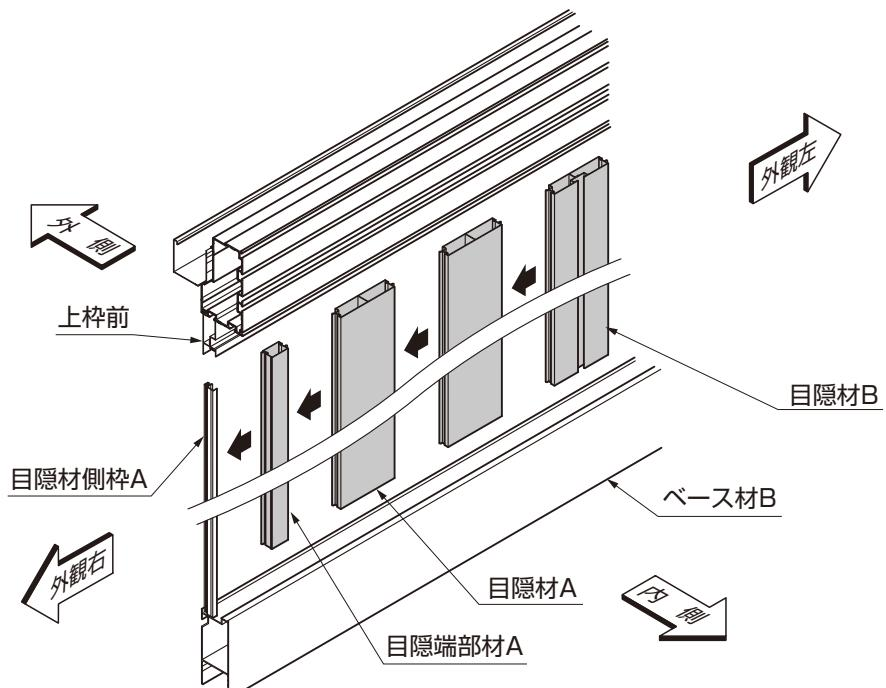

図5-1 目隠材の取付け
①目隠端部材Aを目隠材側枠Aにはめてください。(図5-1参照)
②目隠端部材Aに目隠材Aをはめてください。(図5-1参照)
③各サイズごと、目隠材A・目隠材Bをはめてください。